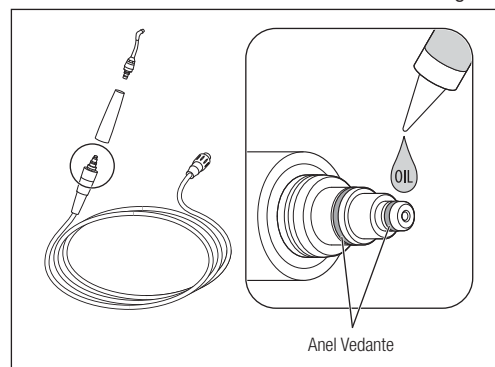

Fig. 44
- 4) Aplique uma gota do óleo de turbina fornecido e espalhe com o dedo (Fig. 44).